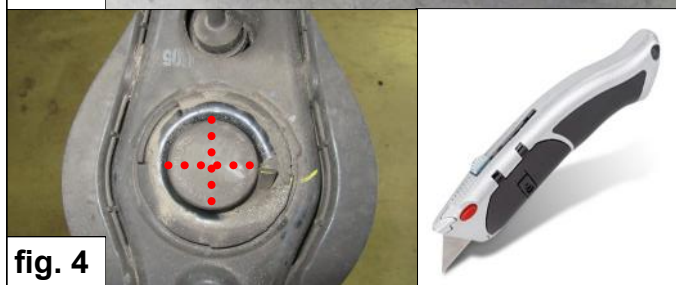

fig. 4
6. Couper une croix dans la partie supérieure du caoutchouc ressort inférieur. *Voir fig. 4.*